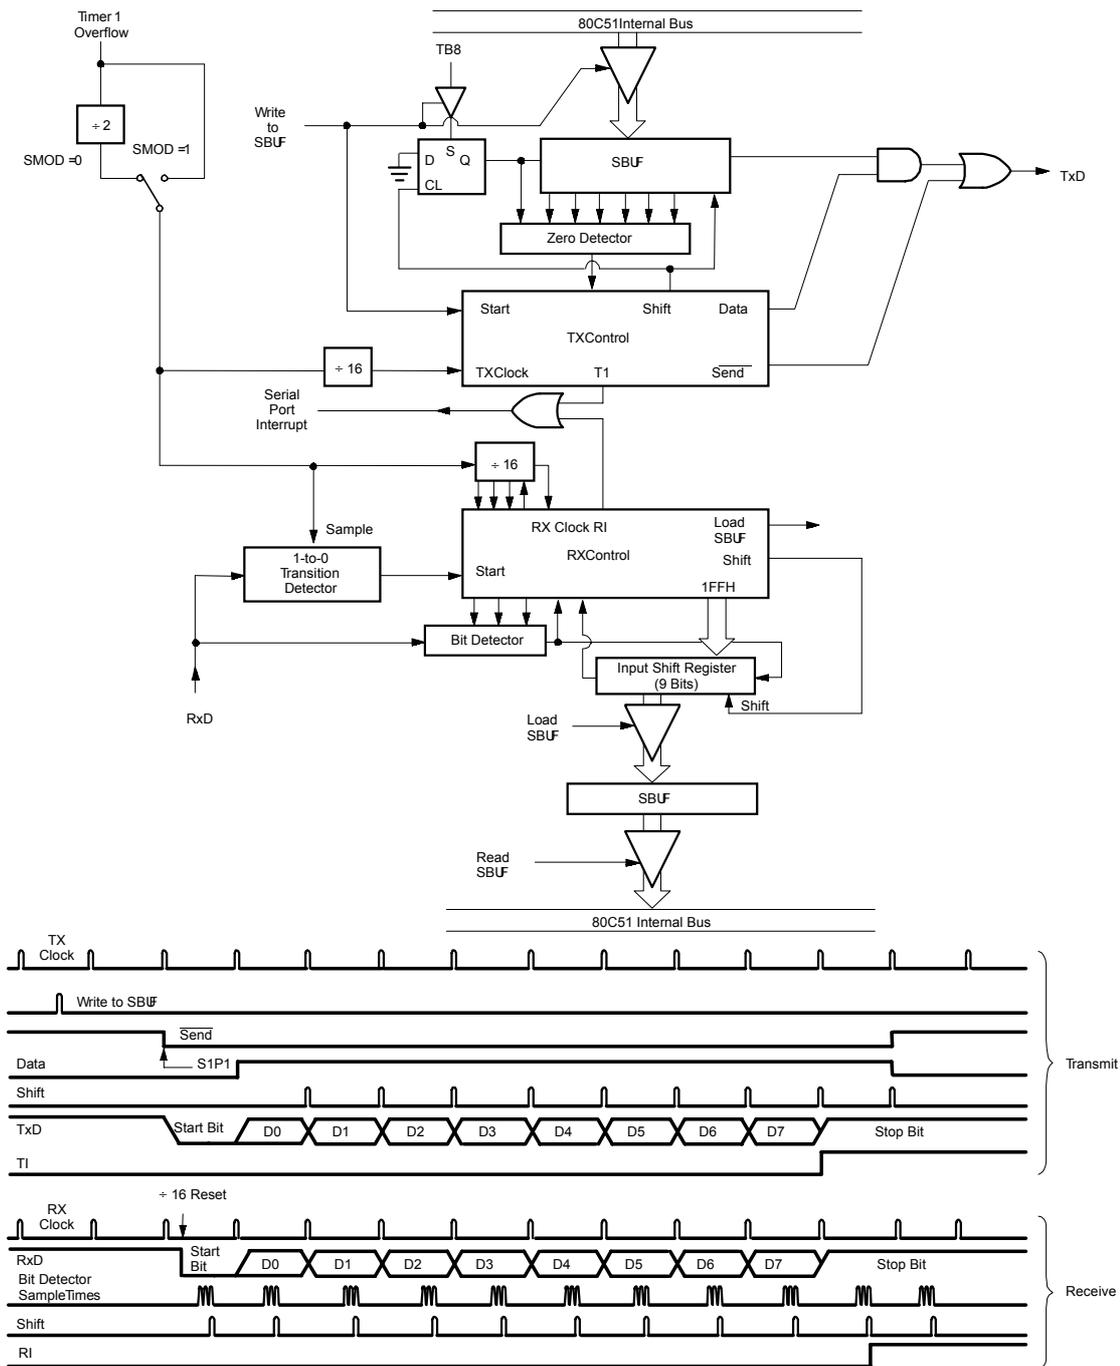

图 16 串口模式 1
串行口工作于模式 1 时, 传输的是 10 位: 1 位起始位 (0), 8 位数据 (低位在先) 及一位停止位 (1)。由 RxD 接收, TxD 发送。接收时, 停止位存入 SCON 内 RB8。80C51 波特率取决于定时器 1 的溢出速率。图 16 所示为串行口模式 1 的功能简图及相应的发送/接收时序。